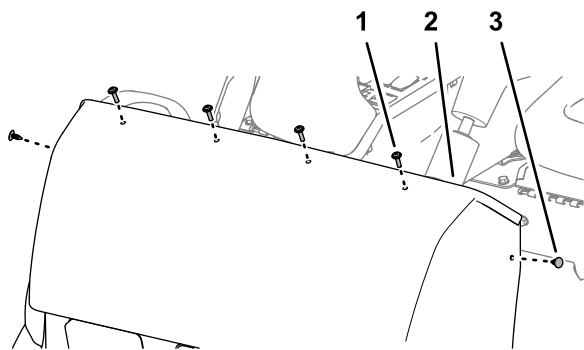

図 61
5. フードをダッシュサポートに固定しているプラスなベネジ (1/4 x 1") 4本を取り外す (図 61)。
6. フードをダッシュサポートに固定している押し込み式ファスナー2個を取り外す (図 61)。